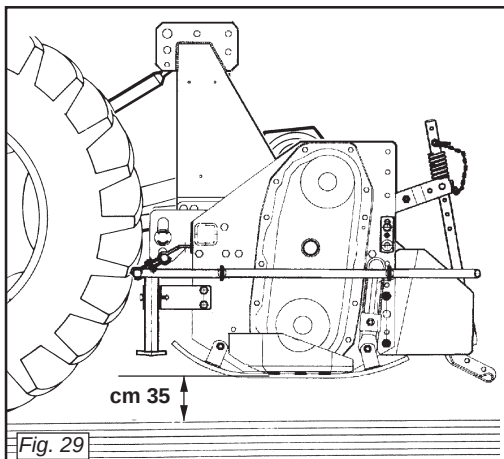

Fig. 29
Sollevarla sempre per i cambiamenti di direzione e le inversioni di marcia. Durante il trasporto, od ogni qualvolta si renda necessario il sollevamento dell'attrezzatura, è opportuno che il gruppo di sollevamento del trattore venga regolato in modo che la macchina stessa non sia sollevata da terra per più di 35 cm circa (Fig. 29). Evitare di immettersi su strade pubbliche con la macchina sporca di terra, erba o quant'altro che produca sporcizia e/o intralcio al traffico stradale. Non far cadere con violenza la macchina sul terreno ma farla scendere lentamente per consentire il graduale inserimento delle lame nel terreno. In caso contrario si provocherebbero forti sollecitazioni su tutti i componenti della macchina stessa che potrebbero comprometterne la loro integrità.
*Always raise the implement in order to reverse or change direction. During transport, or whenever the implement must be raised, it is advisable to adjust the lift unit of the tractor so that the implement itself is not raised more than about 35 cm from the ground (Fig. 29). Do not drive on public highways if the machine is dirtied with soil, grass or anything else that could dirty and/or hamper the road traffic. Lower the machine slowly to allow the blades to gradually penetrate the soil. Do not allow it to drop violently on to the ground. To do this would strongly stress all the machine components and could damage them.*
Das Gerät zum Ändern der Richtung und zum Wenden immer ausheben. Während des Transportes, jedesmal wenn das Ausheben des Gerätes erforderlich wird, sollte der Kraftheber des Schleppers immer so eingestellt werden, daß das Gerät nicht mehr als circa 35 cm Abstand vom Boden aufweist (Abb. 29). Vermeiden Sie es, auf öffentliche Straßen zu fahren, wenn die Maschine mit Erde, Gras oder anderem verschmutzt ist, das die Fahrbahn verschmutzen und/oder den Verkehr behindern kann. Achten Sie darauf, daß das Gerät nicht auf den Boden fällt, sondern langsam gesenkt wird, um zu ermöglichen, daß die Klingen langsam in den Boden eingezogen werden. Anderenfalls wurde es zu starken Spannungen in den Bestandteilen der Maschine kommen und ihre Struktur könnte Schaden nehmen.
*Pendant le déplacement et chaque fois qu'il faut relever la houe, veillez à ce que le groupe de relevage du tracteur soit réglé de manière à la soulever au moins de 35 cm (Fig. 29). Eviter de s'engager sur les routes publiques avec la machine souillée de terre, herbe ou autre pouvant salir ou gêner la circulation. Ne pas faire tomber la machine avec violence sur le sol mais la faire descendre lentement pour faire pénétrer les lames graduellement dans le sol. Dans le cas contraire vous risquez de provoquer de fortes contraintes sur tous les composants de la machine pouvant compromettre leur intégrité.*